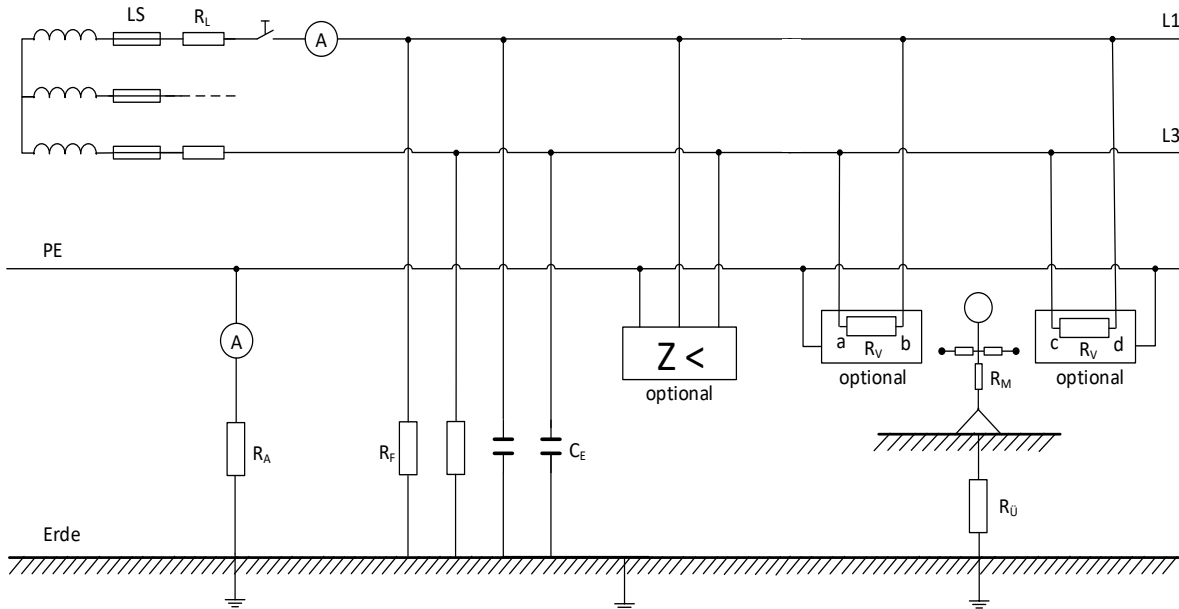

Bild 2: Allgemeine Schaltung für die Aufgaben 4.5 - 4.7
Bauen Sie die Schaltung nach Bild 2 auf bzw. kontrollieren Sie diese.
- Entfernen Sie den Erdschluss. Schließen Sie den „Verbraucher 5“ (mit möglichen Fehlern a, b) als Abzweig vom Hauptnetz an (an L1, L3 und PE, siehe Bild 2).
- Ein RCD könnte das System sicherer machen, weil er bei einem zweiten Fehler schneller und selektiver ausschalten kann als der LS. Ergänzen Sie die Schaltung mit einem RCD so dass zuerst der Körperschluss abgeschaltet wird und zeichnen Sie den RCD in Bild 2 ein. Kontrollieren Sie, dass dieser nur bei einem „2. Fehler“ auslöst und nur den betreffenden Verbraucher abschaltet.
- Schließen Sie jetzt einen zweiten Verbraucher (5/2, mit möglichen Fehlern c, d) an das Ende des IT-Netzes an (siehe Bild 2) und verbinden Sie den anderen Arm des Modellmenschens mit dessen „Gehäuse“. Messen Sie  $U_B$  zwischen beiden „Händen“.